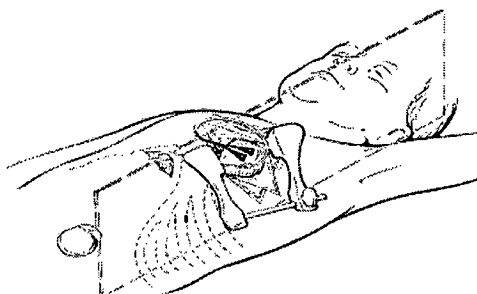

Figura 10. Utilización del método de toracotomía izquierda.
2. Deje una moderada cantidad de cable a ambos lados del punto de salida del tórax para evitar el estiramiento del cuerpo del cable (Figura 10).